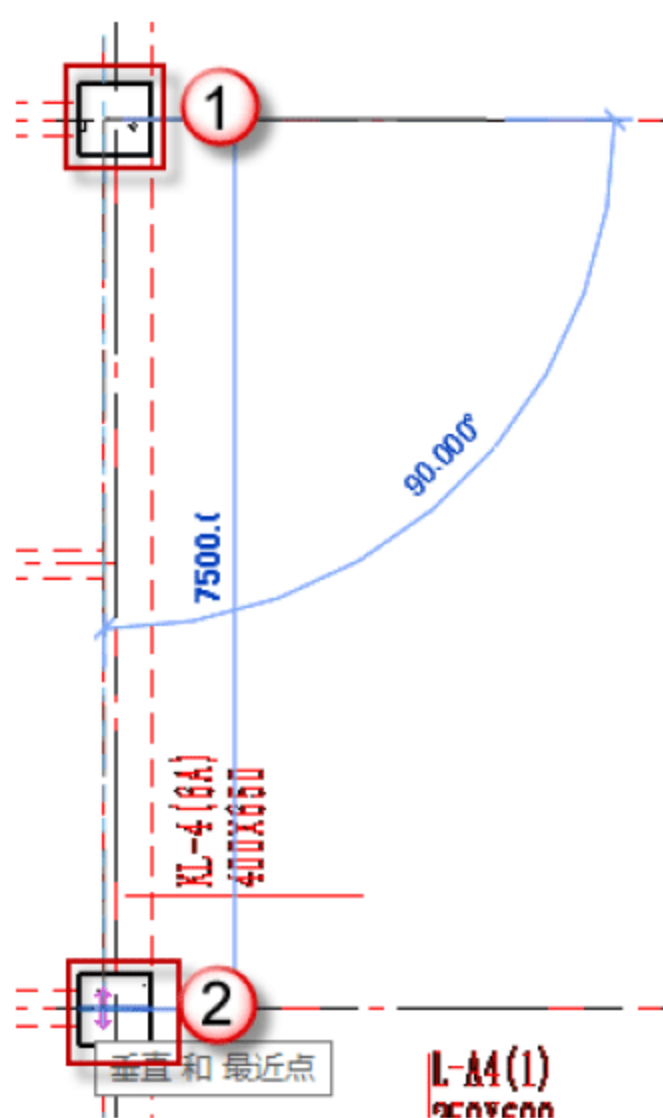

图 4.2.37 绘制 KL-4
- (12) 绘制矩形框架梁 KL-4，按快捷键 B+M，放置平面为“标高 2”平面视图，先单击起始柱的中心为起点，后单击终止柱的中心为终点，如图 4.2.37 所示。